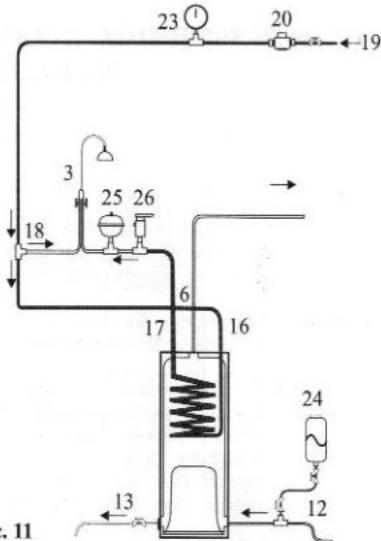

Рис. 11
2. Обеспечение подготовки и отбора горячей воды (Рис. 11).